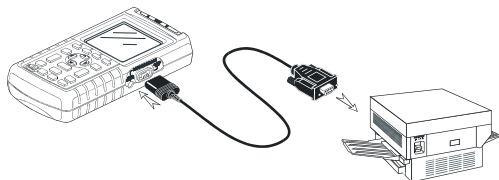

图 7-1. 连接串行打印机
- 光电隔离的 **RS-232** 适配器/电缆（**PM9080**，选件），将串行打印机连接到测试仪的 **OPTICAL PORT**（光学端口）。见图 7-1。